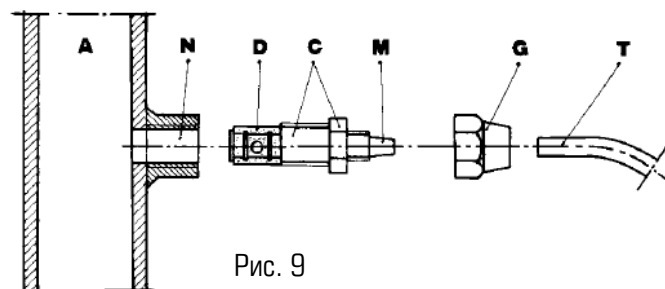

Рис. 9
**g.** — Выберите наиболее подходящее место для врезки в систему и установите в нем коннектор (или тройник) с внутренней резьбой 3/8" (BSPm). Данный коннектор (или тройник) не входит в комплект поставки насоса. Вкрутите в этот коннектор клапан впрыска реагента, как показано на рис. 9. Затем подсоедините шланг сброса к клапану впрыску и закрутите гайку **G**. В данной ситуации клапан впрыска реагента также выполняет функцию невозвратного клапана (посредством цилиндрической муфты, установленной на клапане впрыска, выполненной из эластомера Viton, входящей в стандартный вариант поставки насоса).
### 3.1. СХЕМА УСТАНОВКИ КЛАПАНА ВПРЫСКА (Рис.9)